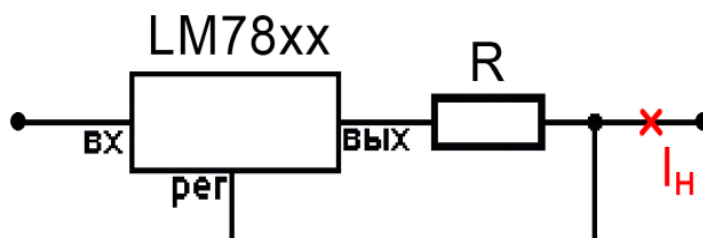
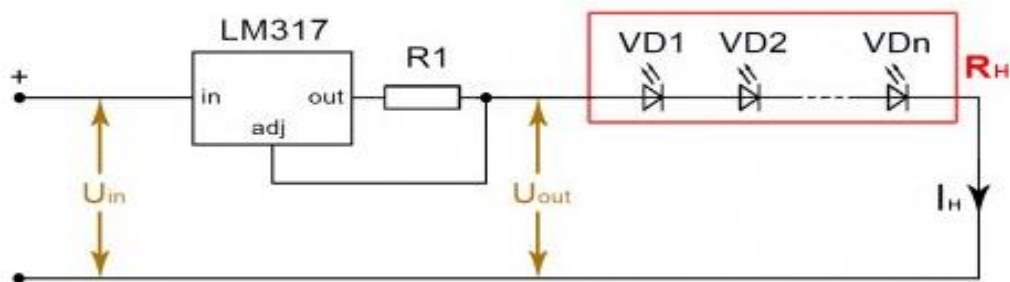

Рисунок 1 – Стабилизатор тока
Рисунок 2 – Стабилизатор тока на LM317
- Стабилизатор тока на LM317: Простейшая схема включения на LM78xx (рисунок 1) и LM317 (рисунок 2) для светодиодов, позволяющая собрать мощный светильник, состоит из выпрямителя с емкостным фильтром, стабилизатора тока и 93 светодиодов SMD5630.